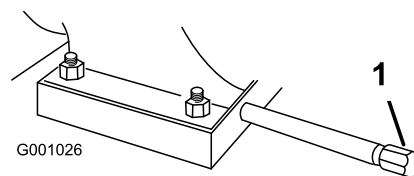

Рисунок 41
- Очистите поверхность вокруг пробки для слива масла (Рисунок 41).